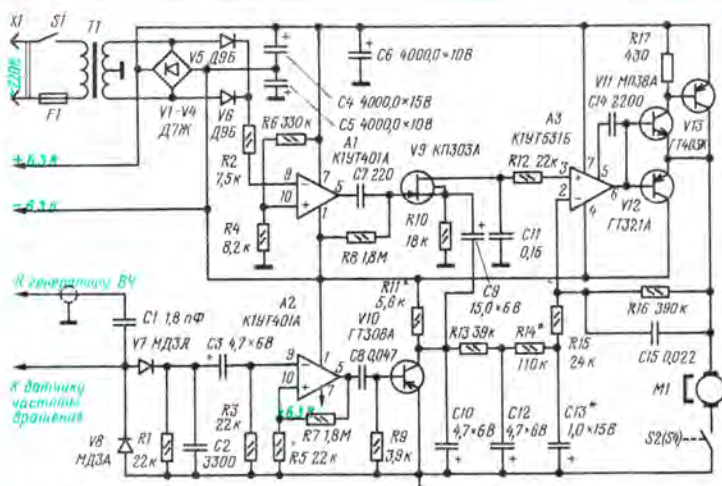

Рис. 6. Принципиальная схема стабилизатора частоты вращения диска
**П**ринципиальная схема стабилизатора частоты вращения диска ЭПУ показана на рис. 6. Это устройство, как уже говорилось, представляет собой систему частотно-фазовой автоподстройки сигнала датчика частоты вращения диска под сигнал, формируемый из напряжения питающей сети.
Перед налаживанием стабилизатора частоты вращения диска необходимо убедиться в нормальной работе механизма привода. Для этого верхний (по рис. 6) вы-